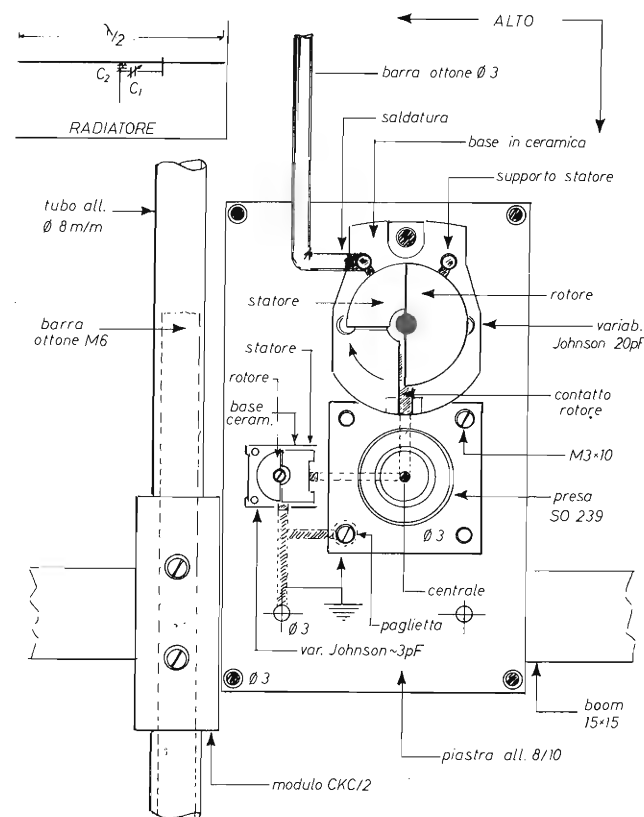

figura 2 - Schema di assemblaggio.
e) Inserire la clamp di cortocircuito elettrico e bloccarla in posizione con viti e dadi M3. Il modello assemblato si deve presentare come nella figura 3/B, con vista dall'alto. Per i dettagli sui collegamenti elettrici, osservare la figura 2 in scala volutamente ingrandita.